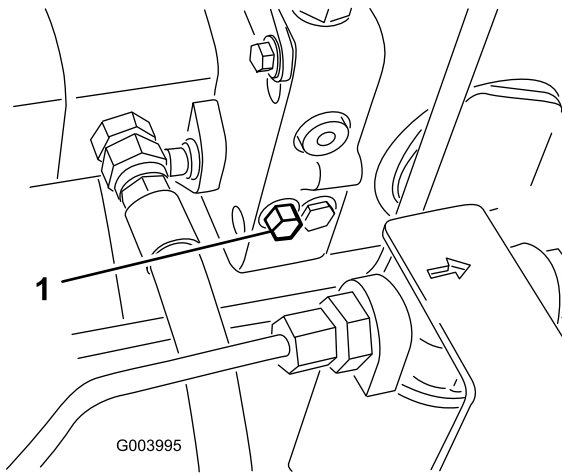

Bild 40
1. Dieses Sicherheitsventil befindet sich links am Hydrostat (Bild 40). Drehen Sie die Schraube um eine 1-1/2 Umdrehungen, um das Ventil zu öffnen und Öl intern abzulenken. Weil das Öl abgelenkt wird, lässt sich die Maschine ohne Schäden am Getriebe langsam bewegen.